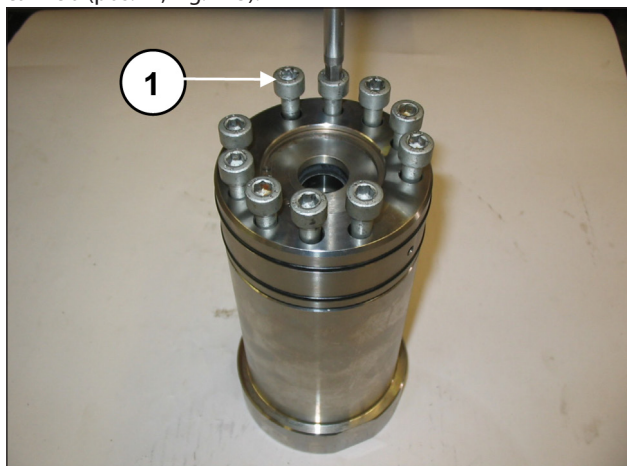
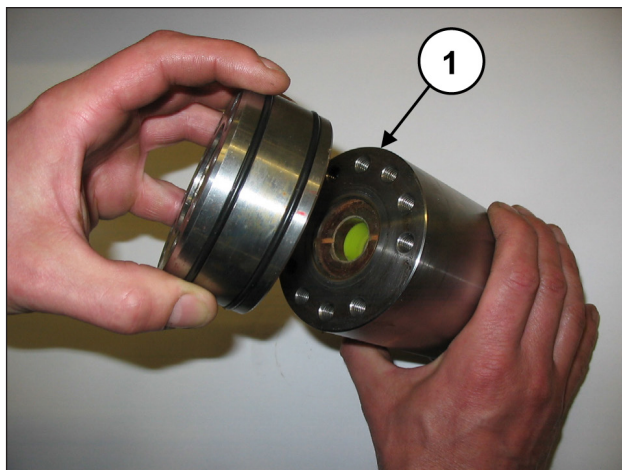

Fig. 124
Fig. 125
Rimuovere le viti M8x50 fissaggio supporto a camicia (pos. ①, Fig. 124) e procedere alla separazione del supporto dalla camicia (pos. ①, Fig. 125).